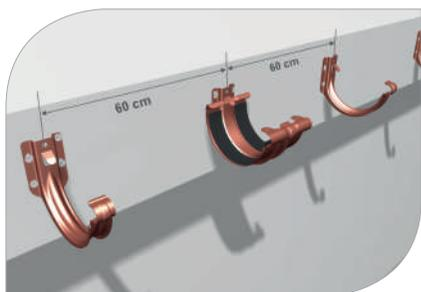

рис. 4
- 1.8 В Galeco STAL соединитель на кронштейне жестко крепится к фронтальной доске, обеспечивая стабильность всей системы (**рис. 4**)
- 3.5 Если для соединения желобов используется удлинитель кронштейна, его необходимо установить на расстоянии 60 см от соседних кронштейнов (**рис. 4**)
- 3.11 Второй способ соединения желобов - это монтаж соединителя на кронштейне **(рис. 4, 25, 26, 27)**